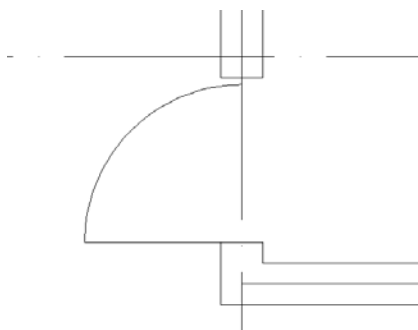

图 15.29 完成门洞绘制
(4) 以墙体中心线与门洞边线的交点为圆心, 执行弧线命令绘制半径为 900 的 $1/4$ 圆弧。执行删除命令, 删除上面的门洞辅助线, 得到门的造型, 如图 15.29 所示。